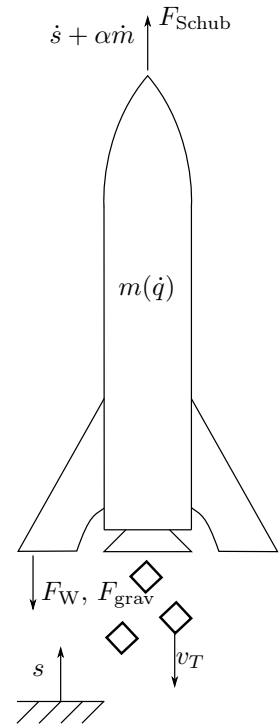

Abb. 1: Schematische Darstellung der betrachteten Höhenrakete.
- a) Betrachtet wird die in Abbildung 1 dargestellte Höhenrakete, die einen wissenschaftlichen Versuchsaufbau auf eine bestimmte Flughöhe $s(t)$ bringen soll. Die Rakete wird durch ihre Startmasse m_s beschrieben und ihr Schub wird durch den mittels eines Drosselventils regulierbaren Ausstoß von Treibgas (Massenfluss $\dot{q}(t)$) erzeugt. Durch den Ausstoß von Treibgas verringert sich das Gewicht der Rakete in Abhängigkeit des Massenflusses im betrachteten Zeitintervall $t \in (t_0, t_b)$ gemäß